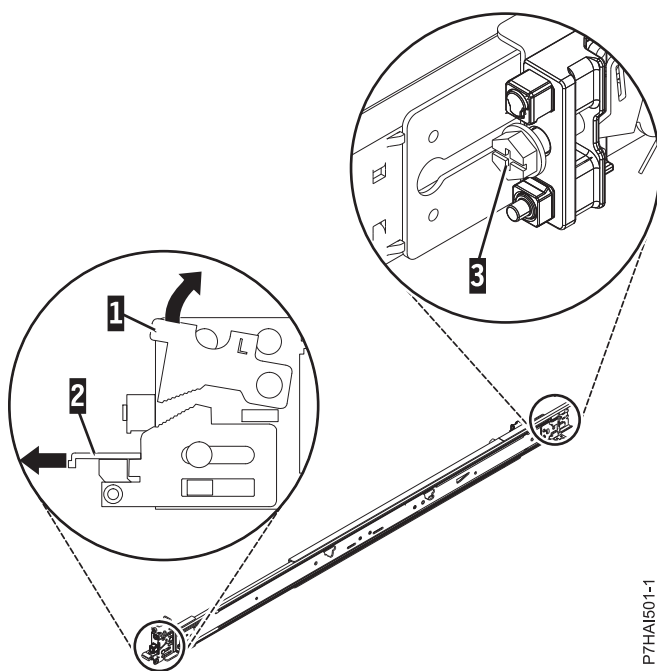

Figure 2. Ouvverture du loquet avant et retrait de la vis arrière
2. Poussez vers le haut la languette de verrouillage (1) et tirez sur le loquet avant (2) à l'avant de la glissière. Retirez ensuite la vis à l'arrière de la glissière (3). Pour plus de détails, voir figure 2.